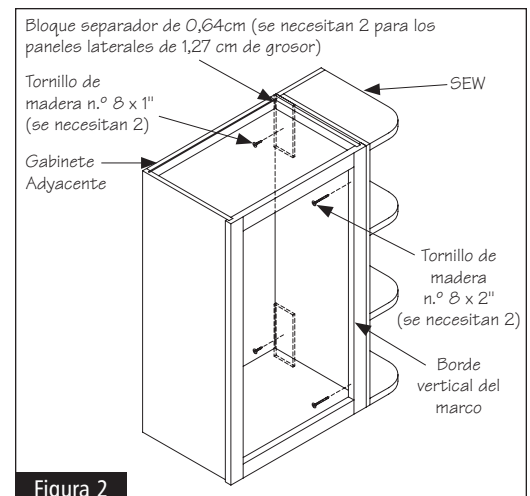

Figura 2
- 2** Use una broca para taladro de 3/32" de diámetro para avellanar un orificio guía a través de cada bloque separador (sólo para los paneles laterales de 1,27 cm de grosor) y panel lateral. Ubique los orificios guía aproximadamente en el centro de los bloques separadores (sólo para los paneles laterales de 1,27 cm de grosor). Vea la figura 2.
- 3** Usando una broca de 5/32" de diámetro, perfore y abocarde dos agujeros guía a través del borde vertical del marco del gabinete adyacente. Debe centrar los agujeros en el borde interior del borde vertical del marco del frente hacia atrás, además de que debe haber de dos a tres pulgadas de distancia entre su parte inferior y su parte superior. Vea la figura 2.
- 4** Coloque la unidad SEW en el lugar deseado. Le recomendamos usar abrazaderas de madera para fijar la unidad en el lugar deseado hasta que la asegure. Fije los dos tornillos para madera de #8 x 1" a través de los orificios guía taladrados a través de los separadores (sólo para los paneles laterales de 1,27 cm de grosor) en el paso 2. Luego, fije los dos tornillos para madera de #8 x 2" a través de los orificios guía taladrados verticalmente en el marco en el paso 3. Vea la figura 2.